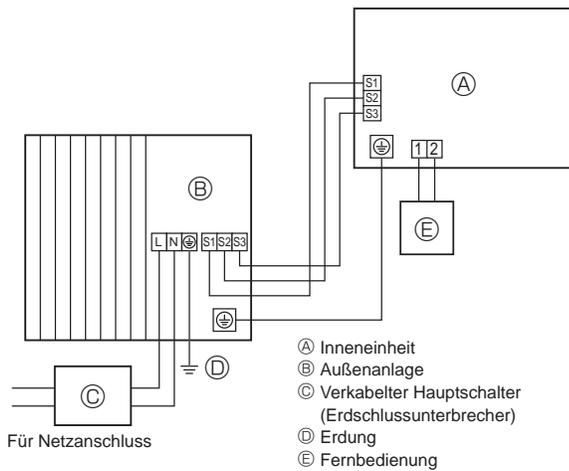
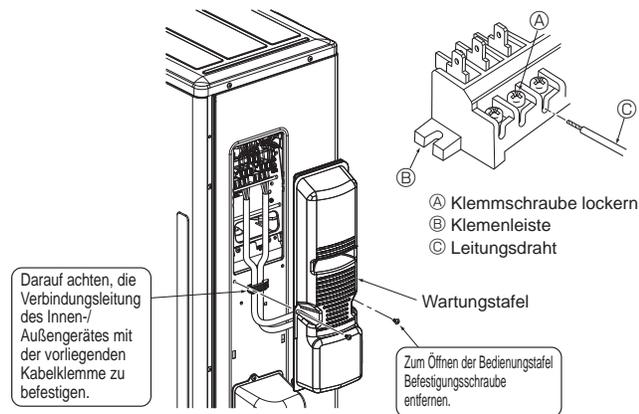
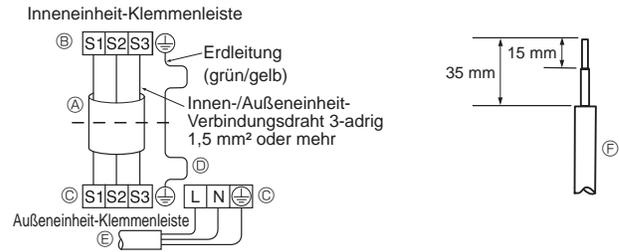

Fig. 6-1
Fig. 6-3
Fig. 6-2
### 6.1. Außeneinheit (Fig. 6-1, Fig. 6-2, Fig. 6-3)
- ① Die Wartungstafel entfernen.
- ② Die Kabel wie in den Fig. 6-1, Fig. 6-2 und Fig. 6-3 gezeigt verlegen.
- Verdrahtung wie in der Abbildung links unten dargestellt vornehmen. (Kabel ist vor Ort zu beschaffen) (Fig. 6-2)